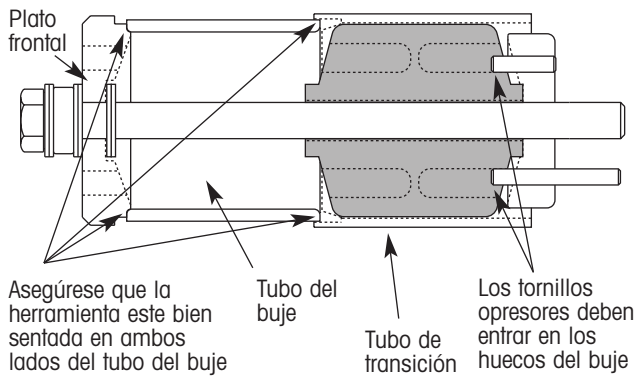

Figura 32. Asegúrese que la herramienta este asentada en ambos lados del tubo del buje
14. Atornille la placa trasera de empuje (lado cóncavo primero) sobre el tornillo hexagonal. Los cuatro tornillos opresores (si se utiliza la herramienta para buje estándar) o los dos pernos de alineación (si se utiliza la herramienta para buje angosto) deben entrar en los huecos del buje (áreas abiertas) para prevenir que gire la placa trasera de empuje (figura 32).
15. Empuje todas las partes de la herramienta juntas, asegurando que la placa frontal este perfectamente sentada en un lado del tubo del buje y el tubo de transición este sentado en el otro lado (figura 32). Apriete a mano el tornillo hexagonal.